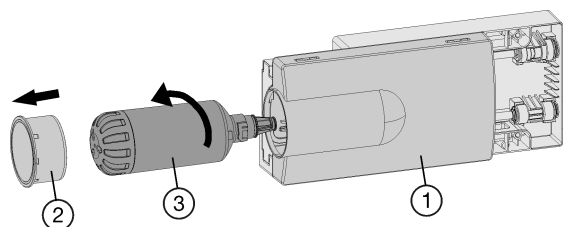

Fig. 7
- ▶ Si nécessaire, retirer le tiroir *Fig. 7 (1)*.
- ▶ Enlever le couvercle du filtre *Fig. 7 (2)*.
- ▶ Tourner le filtre à eau *Fig. 7 (3)* d'env. 100 ° vers la gauche puis le retirer.